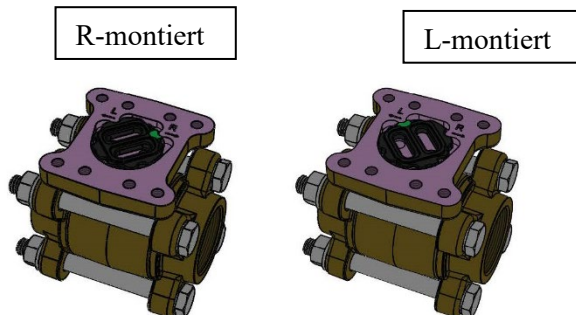

Abbildung 7
Um die Richtung zu ändern, lösen Sie die vier (4) Sechskantschrauben, mit denen das Membrangehäuse am Rohrabschnitt befestigt ist. Nehmen Sie das Membrangehäuse ab, dann sehen Sie den Durchflussrichtungswähler (er könnte auch an der Unterseite des Membrangehäuses festsitzen). Setzen Sie den Durchflussrichtungswähler in der Konfiguration für Ihr System wieder ein (siehe Abb. 7).